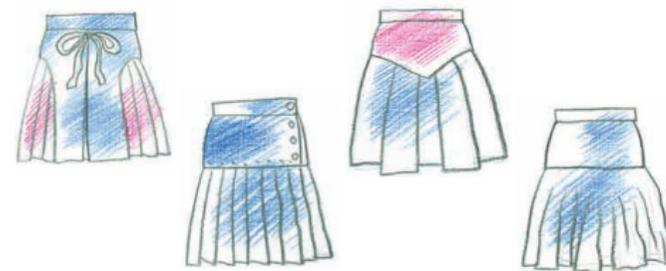

Рис. 11.11. Варианты юбок
4. Первоначальные идеи. Сначала я нарисовала четыре эскиза моей будущей юбки (рис. 11.11) и на основе сравнения достоинств и недостатков каждого из вариантов юбки (табл. 11.2) выбрала четвёртый вариант. Первые три варианта юбок меня не устроили: первая модель очень сложна в изготовлении и требует много времени; вторая — очень строгая и больше подходит для похода в театр, а не для дачи; третья — не очень молодёжная.